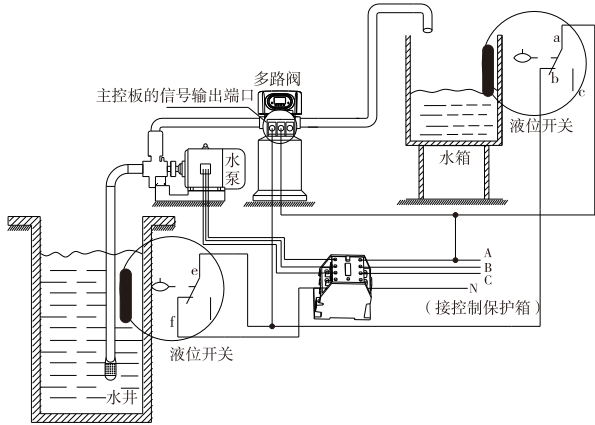

图3-6 通过水箱液位控制进水泵的接线图
3) 通过水箱液位开关控制进水泵（三相电机, 图3-6）（设为b-01）